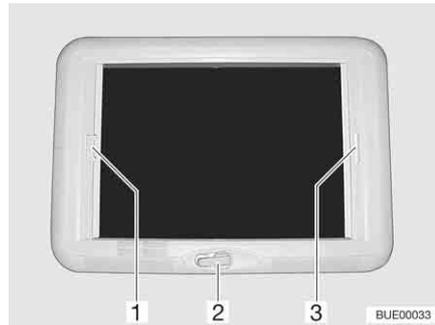

Bild 92 Kurbelhub-Dachhaube
**Öffnen:** ■ Die Handkurbel (Bild 92,2) drehen, bis Widerstand spürbar ist.
**Schließen:** ■ Die Faltverdunklung am Griff (Bild 92,3) ziehen und an der gewünschten Position loslassen. Die Faltverdunklung bleibt in dieser Position stehen.
**Schließen:** ■ Den Insektenschutz am Griff (Bild 92,1) zum gegenüberliegenden Griff der Faltverdunklung (Bild 92,3) ziehen und einrasten lassen.
**Öffnen:** ■ Den Griff des Insektenschutzes (Bild 92,1) hinten nach oben drücken und den Insektenschutz an der Faltverdunklung (Bild 92,3) aushängen.